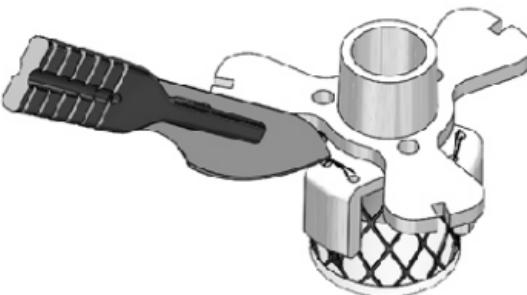

Figura 18: Procedimiento de corte de las líneas del conjunto del soporte de la prótesis.
- D.6. Cortar las tres líneas de sutura del conjunto del soporte con la ayuda de un bisturí, como se ilustra en la Figura 18, y retirar completamente las líneas de sutura para separar la prótesis de su soporte.